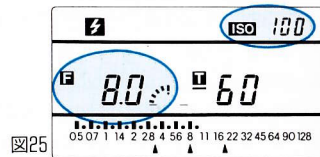
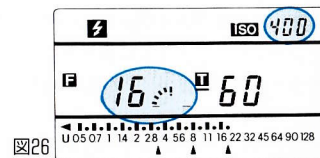

図25
図26
4. フラッシュ光を受光すると自動的に測定値が表示されます。(図25)
ISOの変換により測定F値が演算されます。(図25) → (図26)